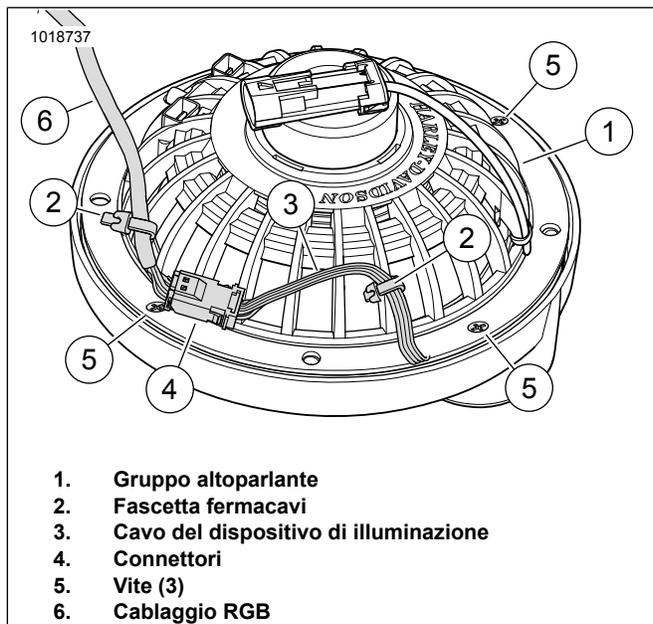

Figura 15. Retro dell'altoparlante, cavo e fascetta fermacavi
9. Disporre il cavo (4) lungo la gamba del ponticello del tweeter. Usando il nastro del kit, tagliarne una quantità sufficiente per fissare il cavo sul retro del ponticello del tweeter.
10. Vedere la figura 15. Unire il gruppo del tweeter all'altoparlante (1). Allineare i fori delle viti (5).
- a. Unire i connettori (4) dal dispositivo di illuminazione (3) al cablaggio RGB (6).
- b. Disporre il filo del dispositivo di illuminazione (3) lungo la parte posteriore dell'altoparlante (1) come mostrato. Per stabilizzare i connettori (4), fissare il cavo del dispositivo di illuminazione (3) e il cavo RGB (6) con fascette fermacavi (2) come mostrato.